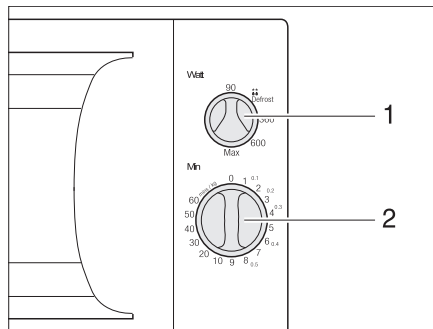

Bild 237 Bedienelemente für Mikrowellengerät
- Am Drehregler (Bild 237,1) Leistung wählen.
- Am Drehregler (Bild 237,2) Garzeit wählen. Der Garvorgang beginnt.